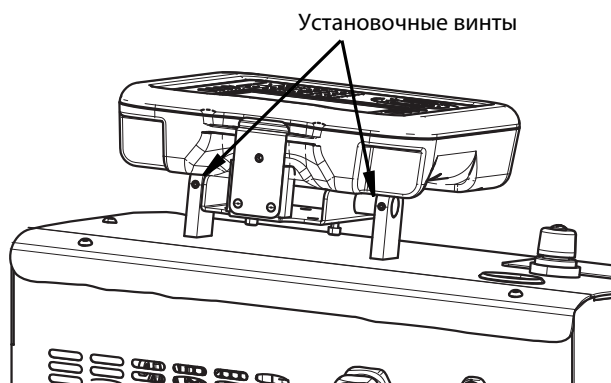

Рис. 12
1. Ослабьте оба установочных винта, расположенных на монтажных кронштейнах ADM, используя 2,5 мм шестигранный ключ. См. Рис. 12.